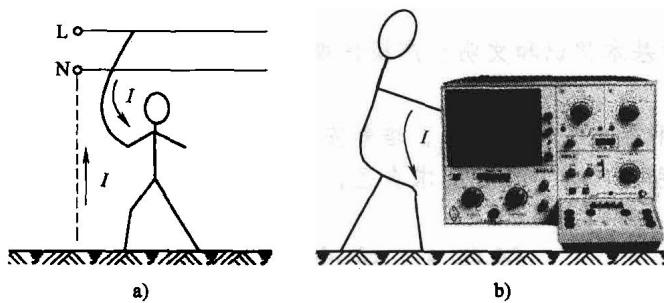

图 1-1 单相触电
1) 单相触电。指人体的某一个部位接触到一根相线（俗称火线）或绝缘性能不良的电气设备外壳引起的触电，又称为单线触电，如图 1-1 所示。